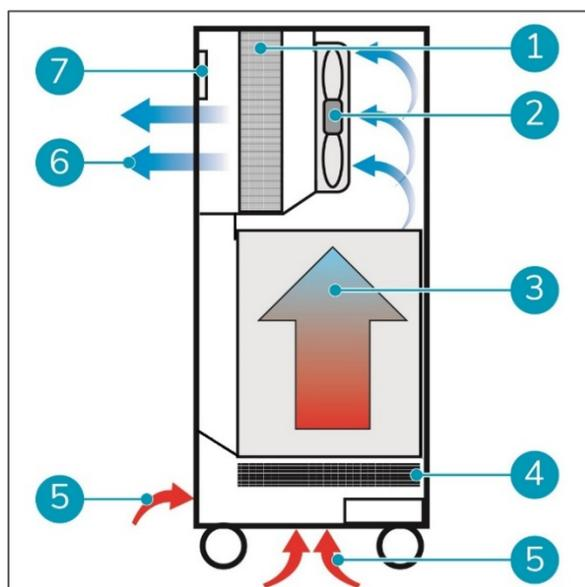

Figure 4
L'air pollué pénètre par les entrées d'air à l'avant et au bas de l'unité (Figure 4, pos. 5).
L'air passe à travers le préfiltre à charbon conçu à cet effet (Figure 4, pos. 4). Le préfiltre à charbon retient les particules plus grosses et les poussières lourdes. Les couches de charbon actif présentes dans le préfiltre assurent une absorption de base des composés organiques volatils.
La chambre de neutralisation (Figure 4, pos. 3) est dotée d'une technologie complexe et sophistiquée (brevetée). L'association des ultraviolets et d'autres technologies permet d'éliminer les composés organiques volatils et la contamination microbiologique.
Enfin, l'air décontaminé passe à travers un filtre HEPA (H14) haute qualité conçu sur mesure (Figure 4, pos. 1). Ce filtre assure une filtration adéquate des plus petites particules (même inférieures à $0,3 \mu$). L'air pur quitte l'unité par la sortie d'air (Figure 4, pos. 6) à l'avant de l'i-air Pro.